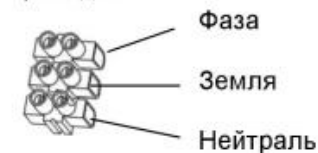

Рис.3
- 5.4. Подключение к стационарной сети напряжением 220 В осуществляется трехжильным кабелем питания стационарной проводки через трехклеммную колодку (фаза / земля / нейтраль), расположенную на задней стенке правого торцевого блока (рис.3). Сечение жил кабеля не более 6 мм².
- 6.5. Подключить жилы кабеля питания стационарной проводки 220 В (фаза / земля / нейтраль) к трехклеммной колодке, расположенной на задней стенке правого торцевого блока, в соответствии со схемой подключения (рис.3).
- 6.6. Установить облучатель в выбранном месте на стене. Совместить петли навесные облучателя (рис.3) с установленными дюбелями и шурупами.
- Снять облучатель со стены, предварительно отсоединив жилы кабеля питания стационарной проводки от клеммной колодки, расположенной на задней стенке правого торцевого блока (рис.3).
- Подключить напряжение 220 В к облучателю через трехклеммную колодку, расположенную на задней стенке правого торцевого блока (рис.3).
- Установить облучатель на место, предварительно подсоединив жилы кабеля питания стационарной проводки к клеммной колодке (рис.3), расположенной на задней стенке правого торцевого блока в соответствии со схемой подключения.
- Установить облучатель на место, предварительно подсоединив жилы кабеля питания стационарной проводки к клеммной колодке (рис.3), расположенной на задней стенке правого торцевого блока, в соответствии со схемой подключения.
- Снять облучатель со стены, предварительно отсоединив жилы кабеля питания стационарной проводки от клеммной колодки, расположенной на задней стороне правого торцевого блока (рис.3).